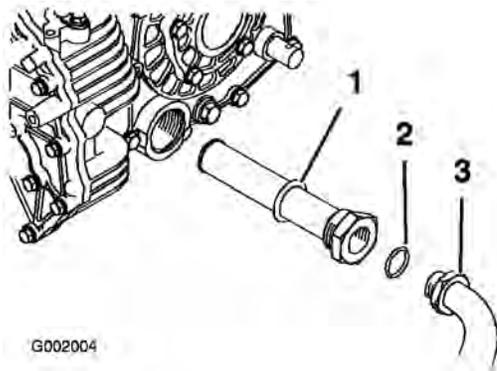

Figura 64
5. Togliete il flessibile idraulico ed il connettore a 90° (Figura 64).